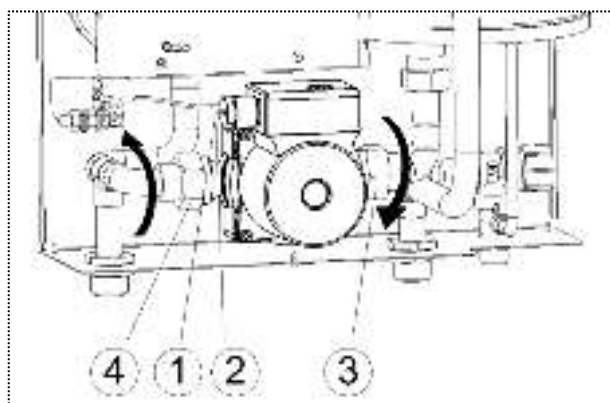

Рисунок 10. Замена насоса
- 3) Раскрутите резьбовое соединение трубопровода подачи к теплообменнику (см. рис. 10).